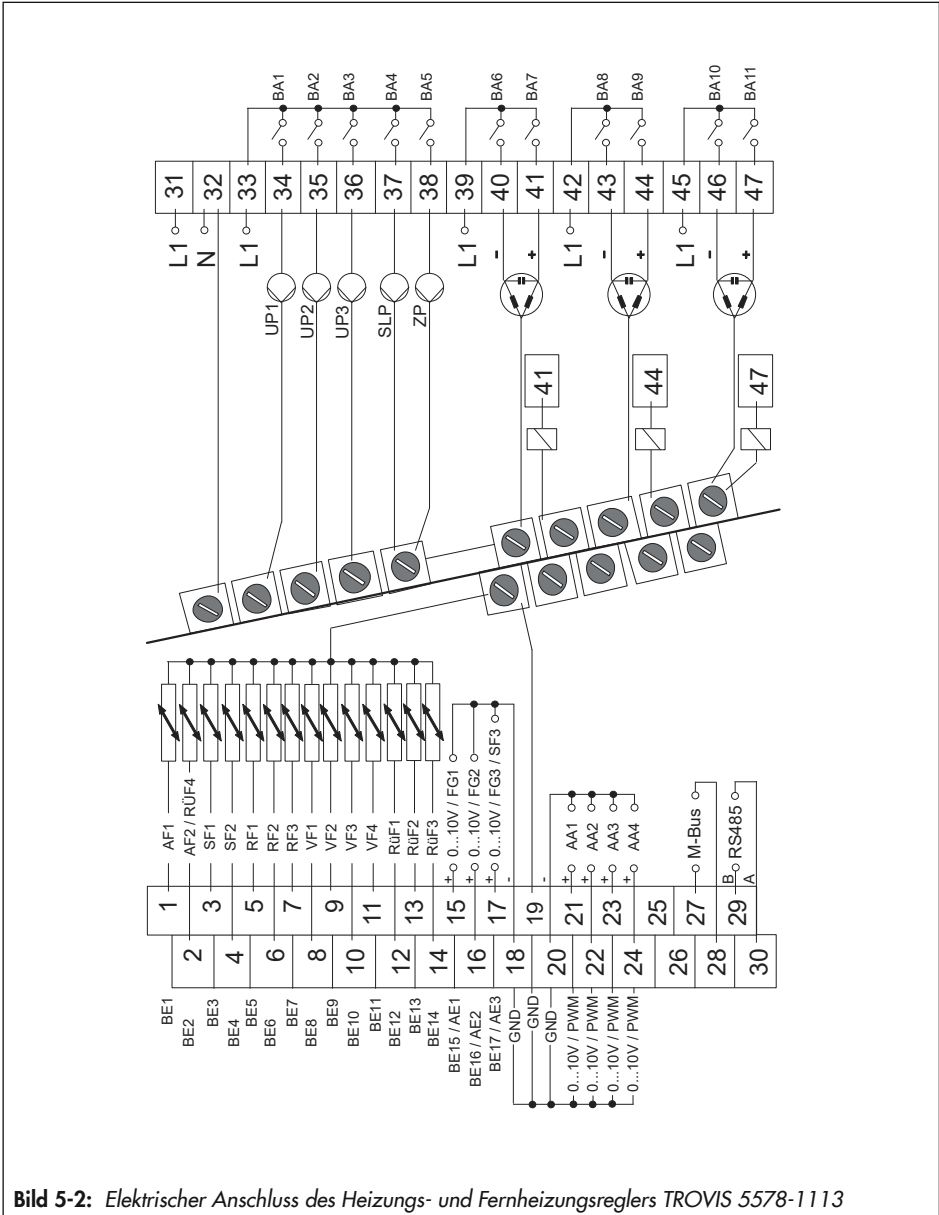

Bild 5-2: Elektrischer Anschluss des Heizungs- und Fernheizungsreglers TROVIS 5578-1113
- Elektrischen Anschluss nach Bild 5-2 (TROVIS 5578-1113) oder Bild 5-3 (TROVIS 5578-1114) vornehmen.
## Legende zu Bild 5-2: